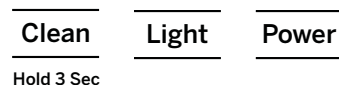

Figura 12
17. Una vez completado esto, llene la unidad con agua fresca y presione el botón "Power" (Encendido) para iniciar la producción de hielo. Consulte la figura 12.